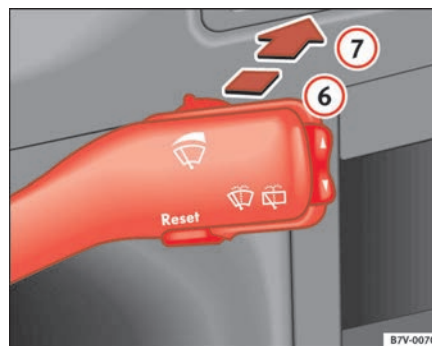

Abb. 80 Scheibenwischer- und Scheibenwascherhebel: Heckscheibenwischer
- Drücken Sie den Hebel nach vorne in Raste ⇒ Abb. 80 ⑥. Der Wischer arbeitet etwa alle 6 Sekunden. ▶
- Drücken Sie den Hebel ganz nach vorne in die Position ⇒ Seite 120, Abb. 80 **7**. Die Waschautomatik für die Heckscheibe schaltet sich sofort ein, wogegen die Wischautomatik etwas verzögert aktiviert wird. Beide Funktionen sind in Betrieb, solange der Hebel sich in dieser Stellung befindet.